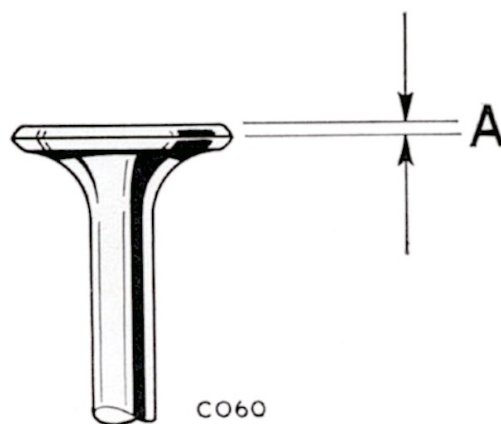
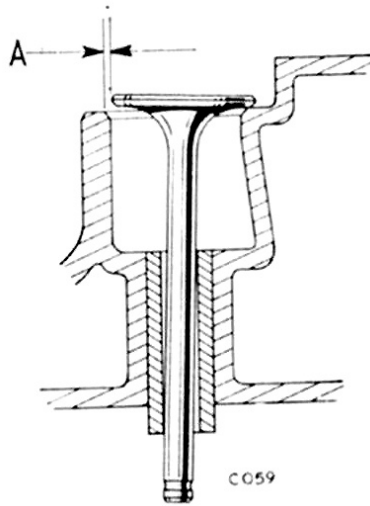

Fig. 31. Epaisseur de la tête de soupape
Fig. 32. Vérification de l'usure des guides de soupapes
S'assurer que les tiges de soupapes ne sont pas usées ni pliées, les remplacer si nécessaire. Une soupape doit être remplacée si le rûdage a réduit l'épaisseur de sa tête à moins de 0,8 mm. (1/32"), comme indiqué Fig. 31.
Vérifier l'usure des guides des soupapes en introduisant une soupape neuve et en la soulevant de 3,2 mm. (1/8 ") de son siège, puis en la faisant basculer sur les côtés (Fig. 32). Le déplacement de la tête de soupape sur son siège ne doit pas excéder 0,5 mm. (0,020 "). Si nécessaire, changer le guide en utilisant l'outil Churchill No. S.60A-6 (Fig. 31).
La partie des guides de soupapes dépassant du plan supérieur de la culasse doit être de 19,025 à 19,075 mm. (0,749 " à 0,751 "). En introduisant la partie chamfreinée en premier, enfoncer le guide neuf dans la culasse, côté ressort de soupape. L'utilisation d'une entretoise (item 6, Fig. 31) permet de s'assurer que le guide dépasse de la culasse de la longueur correcte de 19,05 mm. (0,75 ") lorsqu'il est en place. Lorsqu'un guide neuf est monté, il doit toujours être rectifié.